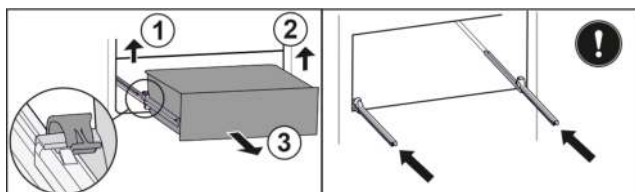

Fig. 120
- Linke Klemme anheben und gleichzeitig Schubfach links nach vorne ziehen. Fig. 120 (1)
- Rechte Klemme anheben und gleichzeitig Schubfach rechts nach vorne ziehen. Fig. 120 (2)
- Schubfach nach vorne entnehmen. Fig. 120 (3)